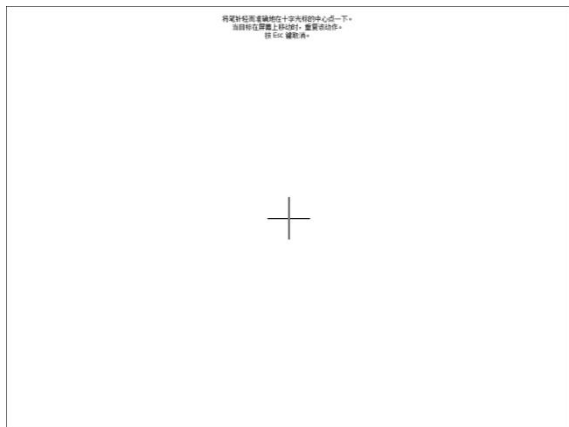

图 3.10.1 触摸屏校正程序
- ① 点击主界面参数按键，进入参数设置界面；
- ② 点击参数对话框触摸屏校正按键，进入触摸屏校正界面，如图 3.10.1 所示；
- ③ 依次点击触摸屏校正程序提示需要点击的触点；
- ④ 最后提示触摸屏校正完毕，手动重启仪器，完成触摸屏校正。